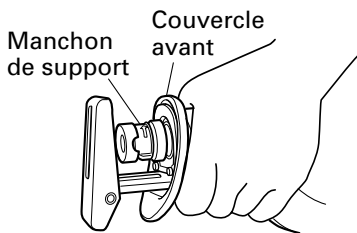

Fig. 6
(1) Actionner la gâchette plusieurs fois de suite de façon que le manchon de support sorte complètement du couvercle avant. Ensuite, couper l'interrupteur et sortir la batterie. (Fig. 6)
- (1) Actionner la gâchette plusieurs fois de suite de façon que le manchon de support sorte complètement du couvercle avant. Ensuite, couper l'interrupteur et sortie la batterie. (Fig. 6)
- Ne pas retirer le couvercle avant (voir la Fig. 6). Bien tenir le corps de l'outil par le haut du couvercle avant.